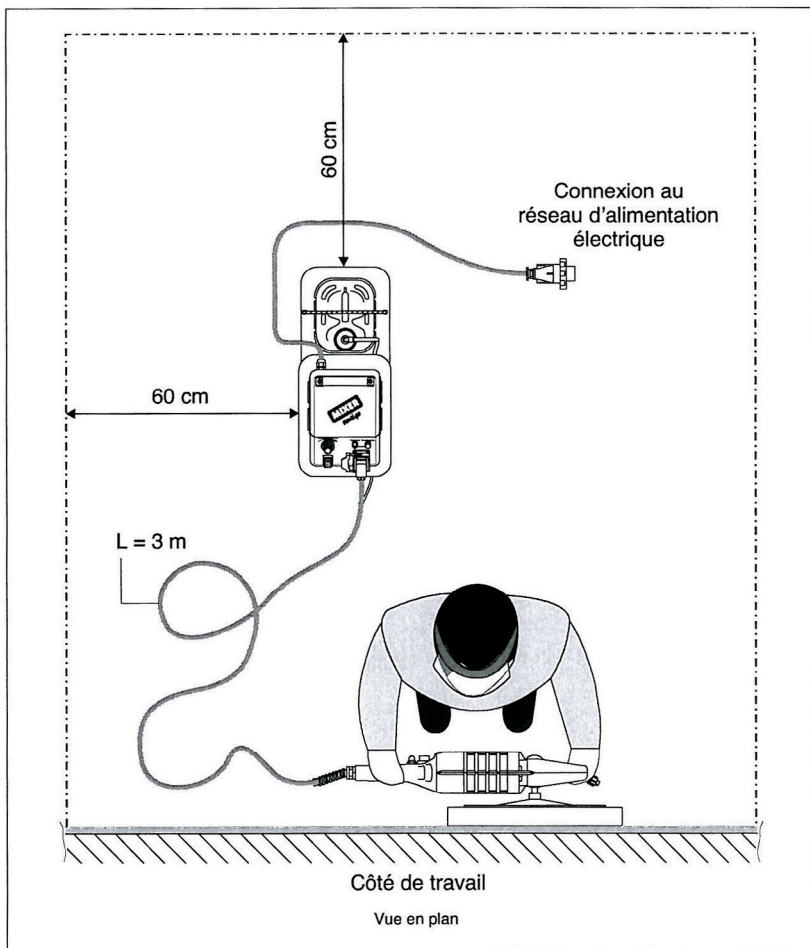

FIG.8 (Positionnement)
N.B. Pour assurer à l'opérateur préposé la possibilité d'occuper les postes de travail prévus, on conseille de garantir les mesures minimales de positionnement indiquées dans la FIG. 8.
Positionner le panneau de commande et contrôle et la talocheuse près du poste de travail comme indiqué dans la **FIG.8** considérant la longueur (3 m) du câble d'alimentation électrique de la talocheuse.